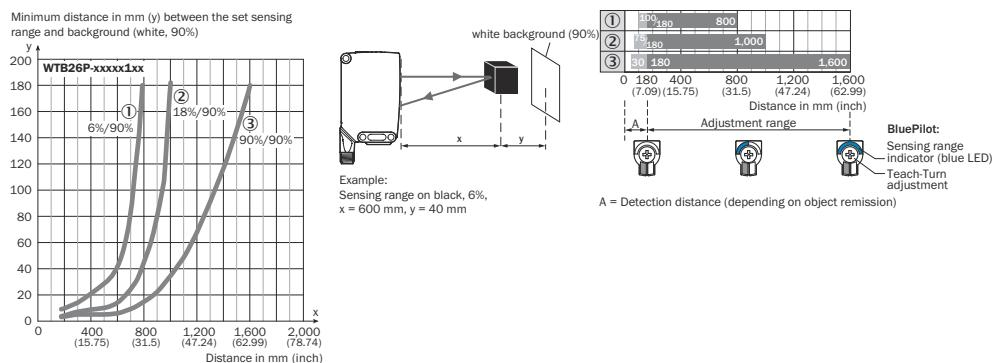

Рисунок 100: Характеристика 1, WTB26P-xxxxx1xx, красный свет
Минимальную дистанцию (= y) для подавления заднего фона можно определить по диаграмме  [рисунок 100 ①] следующим образом: